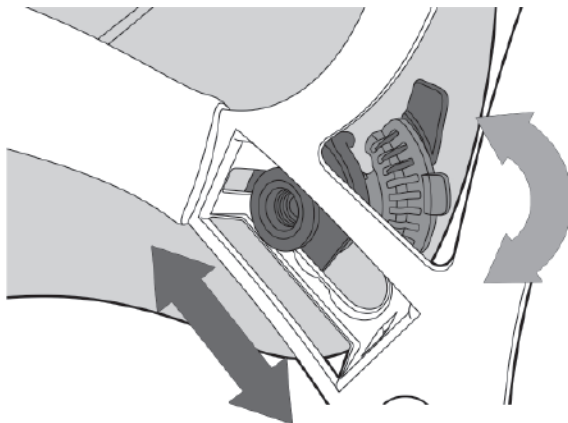

Рис. 7.3. Регулировка наклона.
• **Регулировка наклона щитка защитного лицевого:** отрегулируйте затяжку винтов и положение фиксатора сегментной регулировки (см. рис. 7.3) для удобного угла обзора.